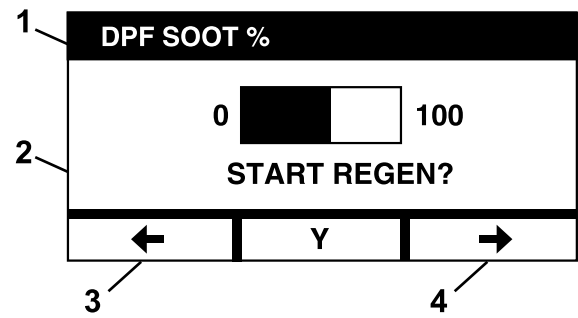

Figura 15
- E. Selezionate Y (sì) dalla schermata di Avvio rigenerazione per confermare il processo di rigenerazione (Figura 15).